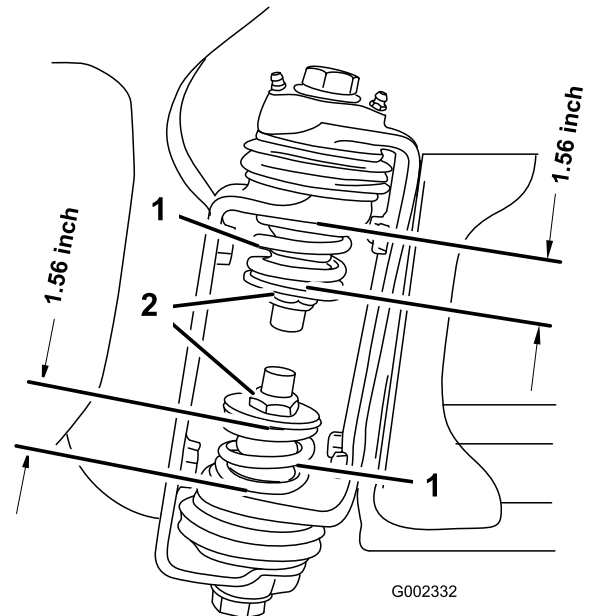

図 39
- ブームが開いた状態で、ブーム蝶番の部分で上部スプリングと下部スプリングの圧縮状態の長さを測定する 図 39。